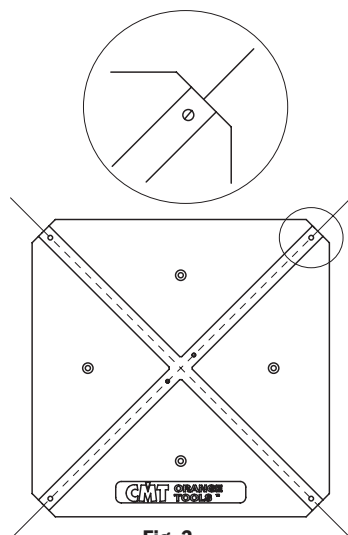
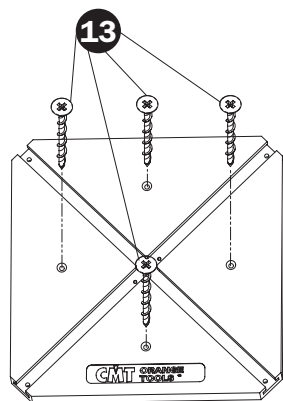

Fig. 3
Fig. 4
(Fig. 4) Fixer la structure en plastique (1) sur la pièce au moyen des vis à bois (13) ou de ruban adhésif double-face, de telle sorte que les rainures de la structure en plastique (1) correspondent parfaitement aux axes précédemment marqués (Fig. 3).
(Fig. 4) Fixer la structure en plastique (1) sur la pièce avec le vis à bois (13) ou de ruban adhésif double-face, de telle sorte que les rainures de la structure en plastique (1) correspondent parfaitement aux axes précédemment marqués **(Fig. 3)**.